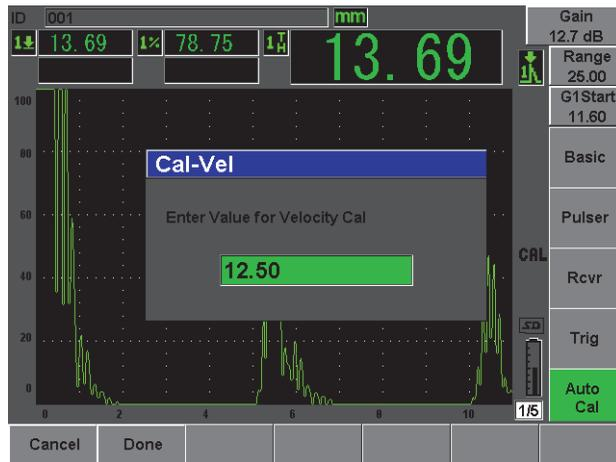

Figure 2-16 Valeur d'étalonnage de la vitesse
14. À l'aide de la molette de réglage ou des flèches, réglez la valeur affichée à l'épaisseur appropriée. Dans cet exemple, la sonde est placée sur un gradin de 12,5 mm (voir la Figure 2-16 à la page 47).